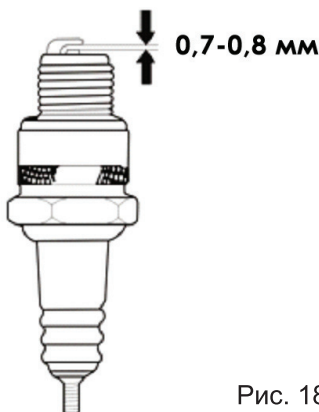

Рис. 18
4. Проверьте зазор между электродами. Он должен составлять 0.7-0.8мм. При необходимости отрегулируйте зазор (Рис. 18)